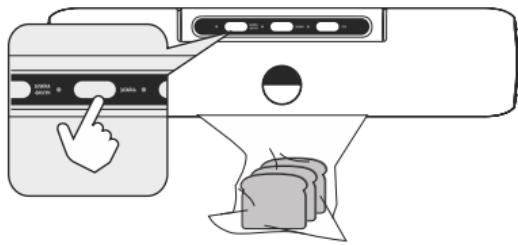

Рис. 3
5. Нажмите кнопку «ЗАПАЙКА» (2), если вам нужно только запаять пакет (Рис. 3). Либо нажмите кнопку «ЗАПАЙКА+ВАКУУМ» (1), если вам нужно откачать воздух с пакета, затем запаять. Прибор начнет процесс. После того как процесс завершится, звук работы прекратится, индикатор режима потухнет. Нажмите кнопки фиксатора (6) и откройте крышку.
6. По желанию вы можете сделать второй контрольный шов на тот случай, если первый шов не полностью запаял пакет. Для этого повторите предыдущие действия, только не вставляйте пакет в фиксаторы (9),